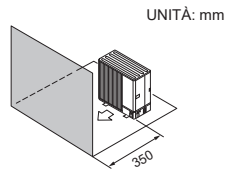

Fig. 2-9
- (4) Ostruzione o superficie chiusa solo davanti (Fig. 2-9)